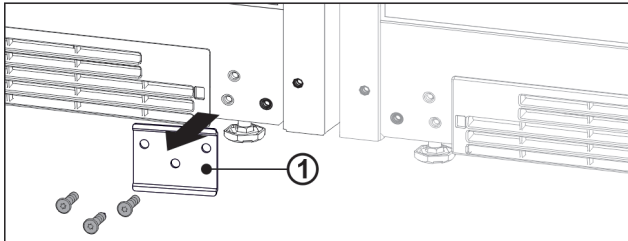

Fig. 14
- ▶ Если установлен металлический лист Fig. 14 (1), откройте металлический лист.